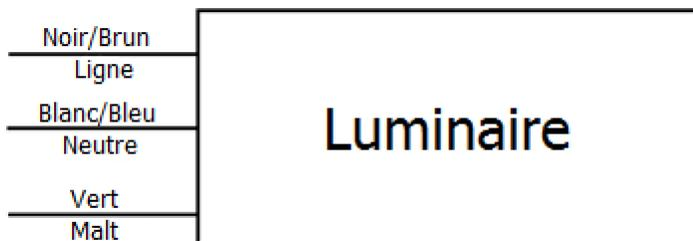

Figure 3
- Raccorder comme indiqué à la Fig.3.